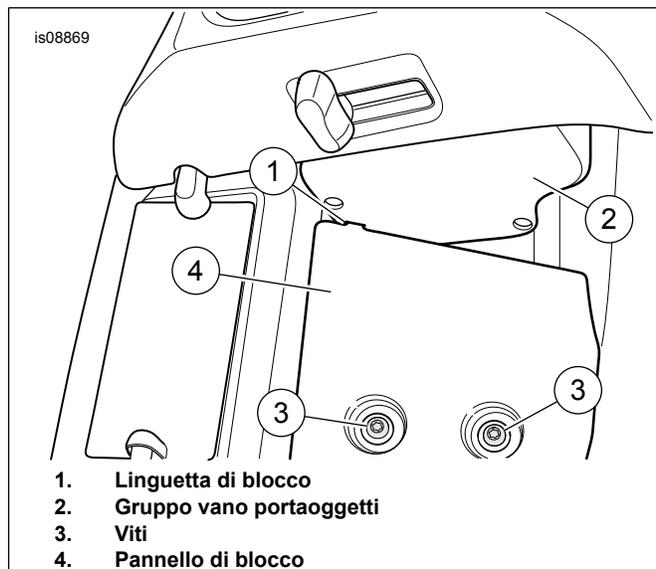

Figura 2. Linguetta bloccante e pannello di blocco
2. Vedere Figura 2 Dalla parte anteriore, rimuovere le viti (3), il pannello di blocco (4) e il vano portaoggetti (2). Scollegare la tiranteria dello sportello di sfianto.